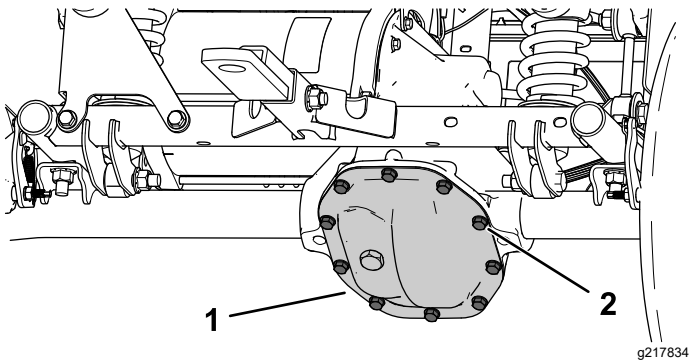

Figura 53
1. Allineate una bacinella di spurgo sotto la protezione del transaxle (Figura 53).
2. Rimuovete i bulloni dalla protezione del transaxle e spurgate completamente il fluido (Figura 53).